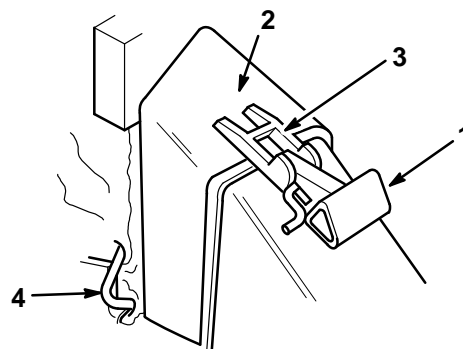

Figure 6
2. Vérifier que la poignée du volet d'éjection est entièrement abaissée vers l'avant (volet fermé) (Fig. 6).
3. Placer l'ouverture du sac de ramassage sur l'ouverture du conduit d'éjection comme illustré à la figure 6.
2. Soulever la tige de verrouillage de la poignée pour la dégager des crans du sac, et abaisser la poignée du volet vers l'avant (Fig. 6).